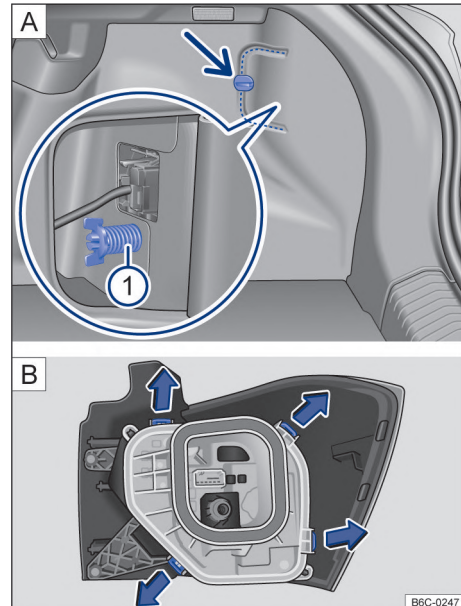
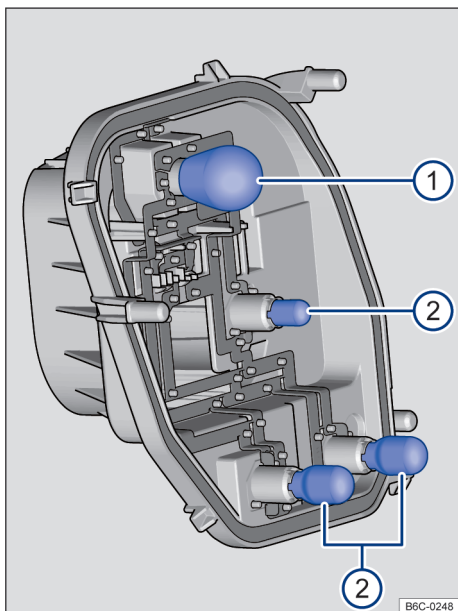

Fig. 167 A En el maletero: desmontar la cubierta y retirar el tornillo de mariposa 1 (lupa). B Luz trasera: desmontar el portalámparas. ►
Fig. 168 Grupo óptico trasero: quitar las lámparas
- ① Observar la lista de control y ejecutar las acciones → pág. 216.
- ② Abrir la tapa trasera → pág. 75.
- ③ Para abrir la cubierta de la luz, girar la grapa de sujeción → fig. 167 (A) (flecha).
- ④ Abrir la cubierta junto con la traba hacia el costado.
- ⑤ Aflojar el tornillo mariposa ① (fragmento ampliado) y retirarlo, sosteniendo, al mismo tiempo, la linterna trasera.
- ⑥ Tirar con cuidado de la linterna trasera hacia afuera, para desengancharla de la carrocería → ①.
- ⑦ Desenganchar el conector de alimentación presionando la grapa de sujeción y tirarla en el sentido de la flecha para retirar totalmente la luz.
- ⑧ Colocar la linterna trasera sobre una superficie limpia y lisa.
- ⑨ Para desbloquear el soporte de las lámparas, presionar cada uñeta de trinquete → fig. 168 (B) en el sentido de las flechas.
- ⑩ Desmonte el portalámparas con cuidado.
- ⑪ Para desmontar las lámparas de incandescencia quemadas: → fig. 168 ① presionar la lámpara contra el alojamiento y girar en el sentido antihorario. ② tirar de la lámpara en el sentido contrario al alojamiento.
- ⑫ Cambiar la bombilla quemada por una bombilla nueva del mismo modelo.
- ⑬ Para insertar las lámparas nuevas en el soporte de las lámparas, introduzca la nueva lámpara en el alojamiento: → fig. 168 (A) presionar la lámpara y girar en el sentido horario hasta el tope. (B) presionar la lámpara en el sentido del alojamiento hasta el tope.
- ⑭ Cerciorarse de que las lámparas estén correctamente fijadas en el soporte.
- ⑮ Instalar el soporte de las lámparas en la linterna trasera. Las uñetas de trinquete → fig. 168 deben encajar de forma audible.
- ⑯ Colocar el conector de alimentación en la luz.
- ⑰ Encajar la linterna trasera cuidadosamente en el alojamiento de la carrocería.
- ⑱ Sostener la luz trasera en la posición de montaje con una de las manos y atornillar con la otra el tornillo mariposa → fig. 167 ①.
- ⑲ Volver a colocar la cubierta de la linterna en su posición y girar la traba para cerrar.
- ⑳ Cerrar la tapa trasera → pág. 75.